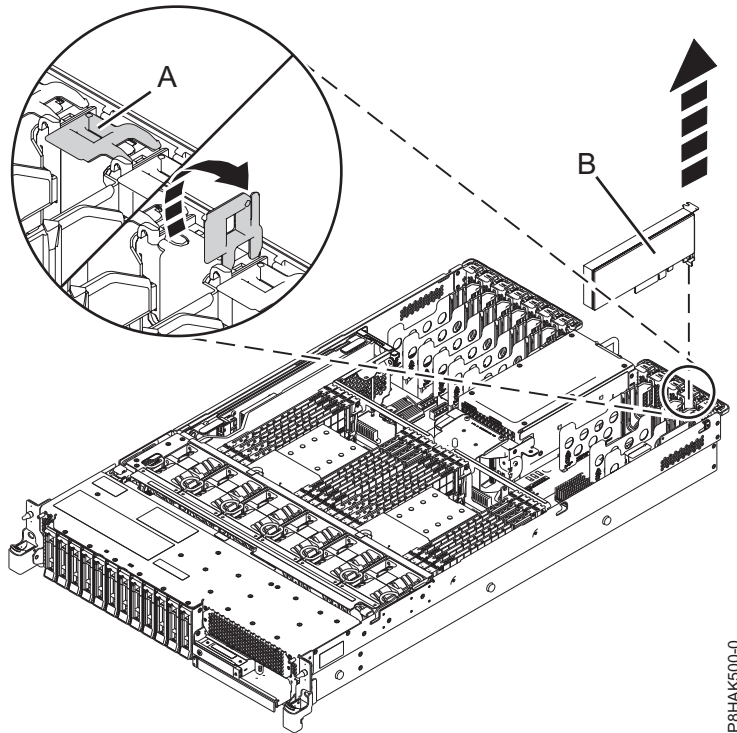

Abbildung 15. PCIe-Adapter aus dem System vom Typ 5148-21L, 5148-22L, 8247-21L, 8247-22L, 8284-21A oder 8284-22A ausbauen
2. Um die Adaptersicherung **(A)** am Zielsteckplatz in die geöffnete Position zu bringen, drehen Sie die Verriegelung **(A)** an der Systemrückseite in die abgebildete Richtung in Abb. 15 auf Seite 30.
3. Fassen Sie den Adapter **(B)** vorsichtig an der oberen Kante oder am oberen Haltesteg und entfernen Sie ihn aus dem Steckplatz - siehe Darstellung in Abb. 15 auf Seite 30.